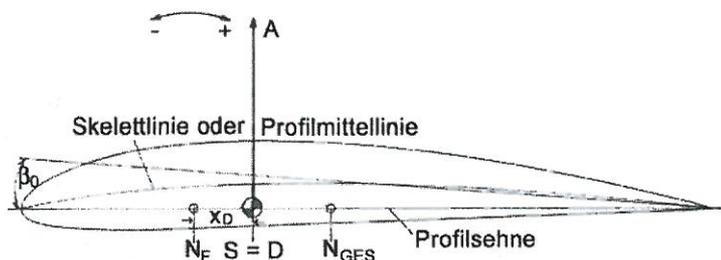

Abb. 3 DAS FLÜGELMOMENT
sichtbar. Sie versinnbildlicht die *Druckverteilung* des Gesamtauftriebes einer Tragfläche F , der aus dem hier nicht eingezeichneten Unterdruck (Sog) auf der Oberseite und Überdruck auf der Unterseite besteht. Seine Form und Größe sind anstellwinkelabhängig. Aus dieser gezeichneten Druckverteilung resultiert ein messbarer, aber auch mathematisch erfassbarer Mittelwert. Man bezeichnet ihn als *Auftriebs- oder Druckmittelpunkt A* oder *D*. Seine Lage, also sein Abstand vom Neutralpunkt N_F , wird mit x_D (x_S) bezeichnet und hängt bei Flügelquerschnitten mit gewölbter Mittellinie (auch Skelettlinie, Abb. 3) vom jeweiligen Flugzustand ab, ist also veränderlich Δ . Bei hohen c_A -Werten, wie im Langsamflug, befindet sich der Druckpunkt D relativ weit vorn, in der Nähe des Flügelneutralpunktes N_F . Beim Schnellflug mit niedrigeren c_A -Werten und kleinen Anstellwinkeln rückt er weiter nach hinten. Die Veränderung der Druckpunktlage Δx_D ist als *Druckpunktwanderung* bekannt.
Überträgt man das Hebelgesetz in die Flugmechanik, ist bei einer Tragfläche der Drehpunkt (Achse) der Neutralpunkt N_F . Den Hebel (Kraftarm) stellt die Strecke x_D von N_F zu S oder D dar. Die dort angreifende Kraft wird von der nach oben gerichteten Auftriebszugkraft A und eventuell zusätzlich auch von der des Höhenleitwerks vollbracht. Mit ihr erfährt die Tragfläche eine nach vorn, abwärts gerichtete Nickbewegung. Nach obiger allgemeiner Mechanikformel ist dann das Nickmoment $M_{NF} = -(A \cdot x_D)$. In Form dimensionsloser Beiwerte geschrieben, ist $c_{m0} = -(c_A \cdot x_D)$ siehe Abb. 3. Daraus ist durch Umstellung die beim Druckpunkt D genannte Formel (3) leicht abzuleiten, $x_D = -c_{m0} / c_A$.
Nun ist das Nickmoment um den Neutralpunkt N_F für alle Auftriebswerte gleich groß, also auch, wenn kein Auftrieb mehr entsteht oder c_A gleich 0 ist! Daher nennt man das Moment, bei dem c_A 0 ist, Nullmoment und c_{m0} den *Null(auftrieb)momentenbeiwert*. Null Auftrieb entsteht aber nur, wenn die Tragfläche zur Luftströmung negativ angestellt ist! Daher tragen die Null-Momentenbeiwerte in den Profildaten vermessener Profile, ausgenommen symmetrische mit „Brettchenklappen“ oder mit S-Schlag, immer ein Minus [-] als Vorzeichen. Der Anstellwinkel für c_A Null heißt β_0 -Winkel (Beta Null), hat ebenfalls ein negatives Vorzeichen und wird in Grad [°] angegeben (Abb. 3).
In Abbildung 3 oder 4 findet man neben den bisher besprochenen „Punkten“ des Flugmodells, noch den **Gesamtneutralpunkt** N_{GES} . Setzt man ein Flugmodell drehbar in diesem Gesamtneutralpunkt einer Luftströmung aus und käme dabei der Schwerpunkt S des Modells über den Gesamtneutralpunkt N_{GES} zu liegen, würde es sich weder aus einer kopflastigen noch schwanzlastigen Lage heraus in eine normale Fluglage drehen. Es herrscht dann völlige Instabilität.